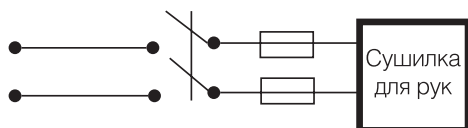

Рис. 1
- В линии электропитания прибора должен быть установлен двухполюсный автоматический выключатель с изоляционным расстоянием между контактами не менее 3 мм (рис. 1).